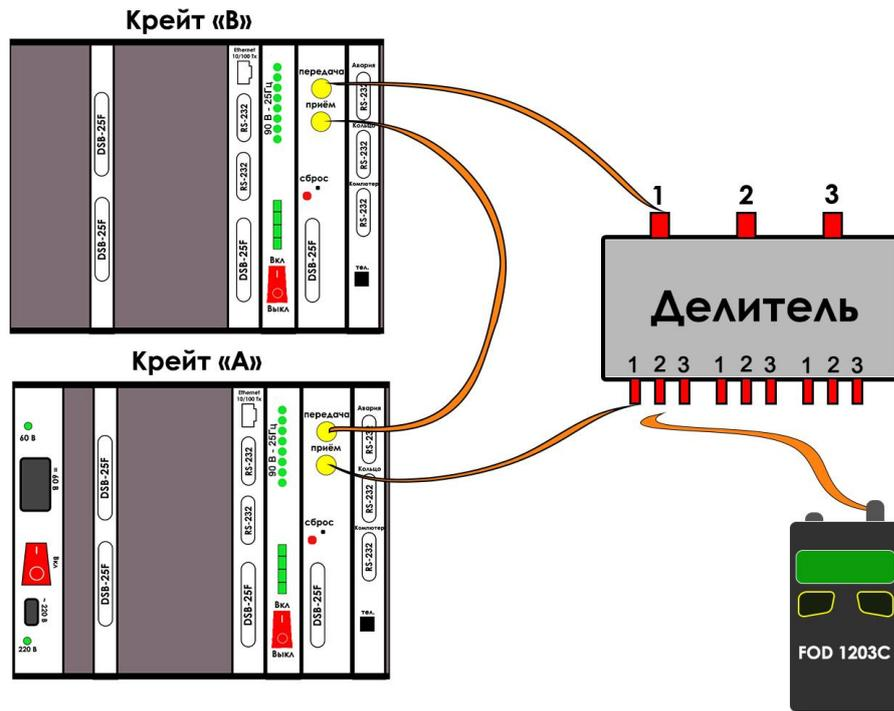

Рисунок 3.1 – Схема экспериментальной установки с делителем
На первом этапе проведения экспериментальных исследований необходимо собрать схему связи «Точка-к-точке» с делителями мощности (см. рис.3.1):
4. Выход делителя соединяется с разъемом «прием» крейта «А» (далее Тракт В), как показано на рис. 3.1.